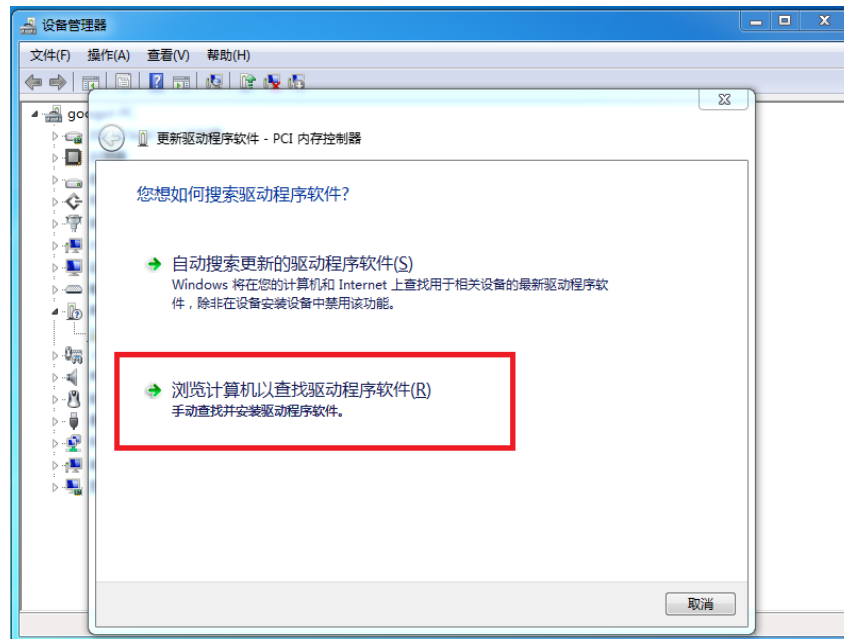

图 2-3 控制卡驱动程序安装界面 3
(4) 选择“浏览计算机以查找驱动程序软件(R)”。界面如下图 2-3 所示。